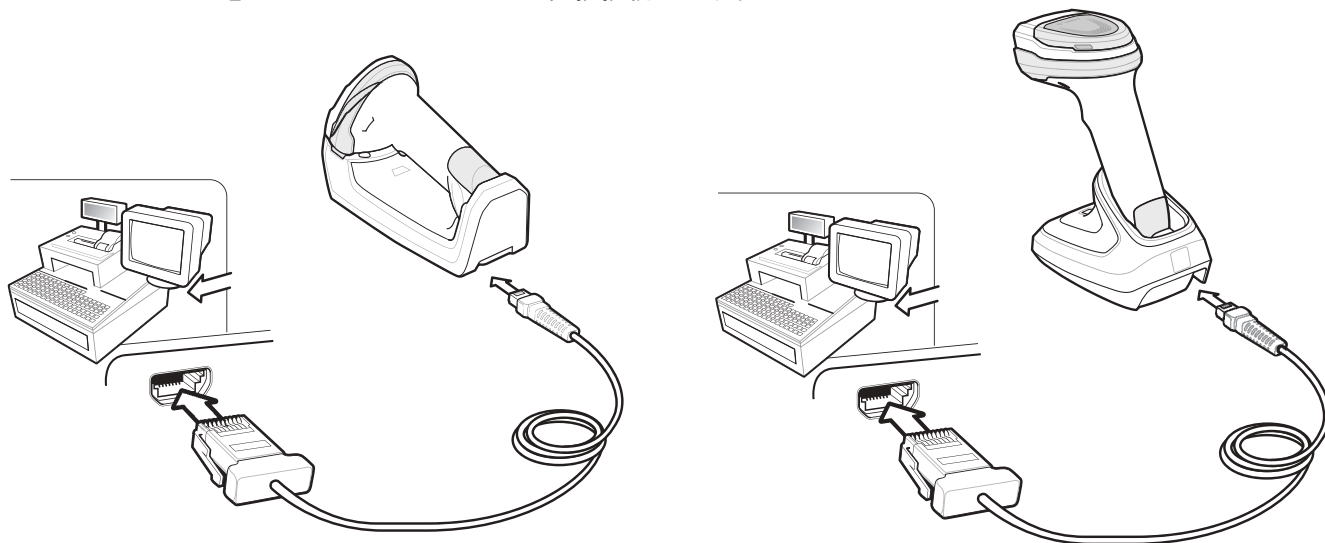

図 10-1 IBM 直接接続
- ✓ **メモ** 必要なインタフェース ケーブルは、設定によって異なります。図 10-1 のイラストに示したコネクタは、あくまでも例です。コネクタはイラストと異なる場合がありますが、クレードルを接続する手順は同じです。